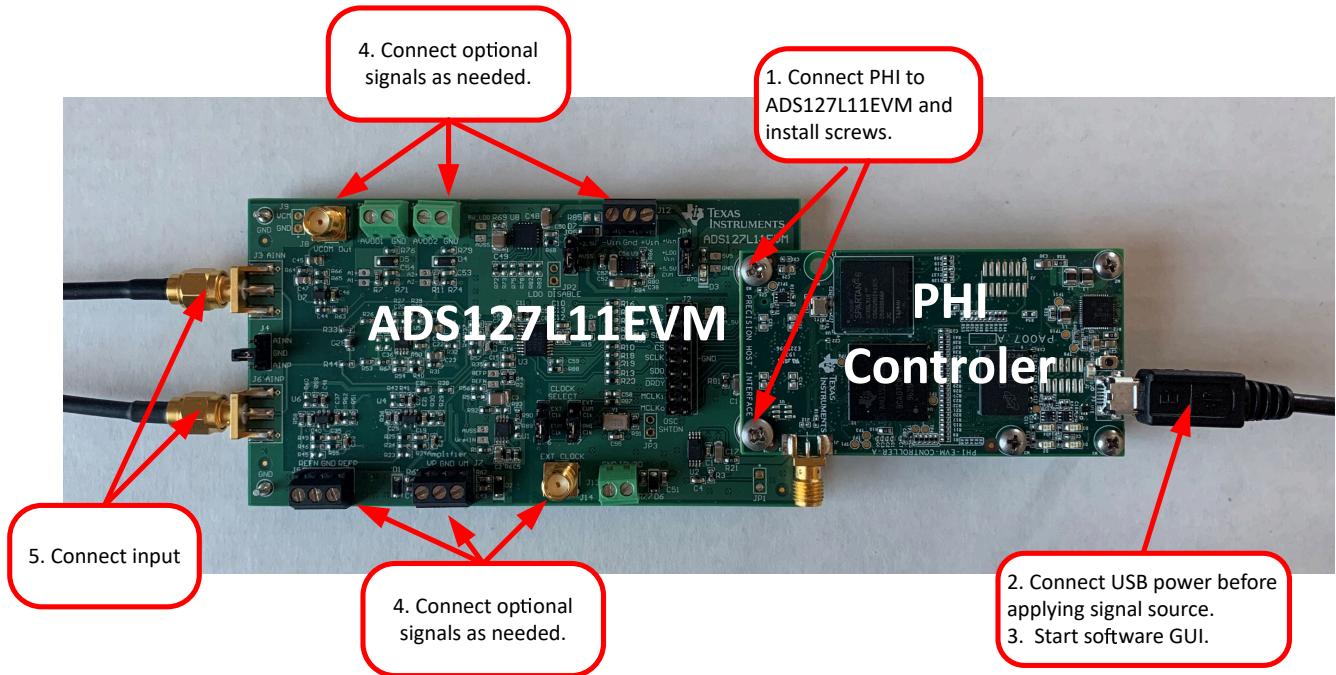

图 6-1. 将硬件连接到 ADS127L11
安装软件后，按照图 6-1 所示连接 EVM：
- b. PHI 上的 LED D1 和 D2 开始闪烁，表示 PHI 已启动并与 PC 通信；图 6-1 显示了生成的 LED 指示灯。